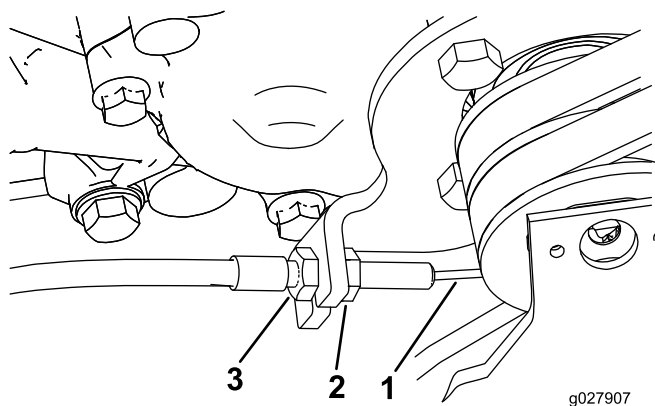

Figura 43
3. Para aumentar a tensão do cabo, desaperte a porca de bloqueio do cabo dianteiro e aperte a porca de bloqueio do cabo traseiro (Figura 43) até que seja obtida uma força de 2,75 a 3,25 kg, de maneira a que se possa engatar o controlo de tração.